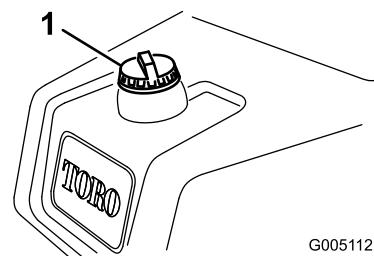

図 23
- 燃料タンクのキャップの周囲をきれいに拭く (図 23)。